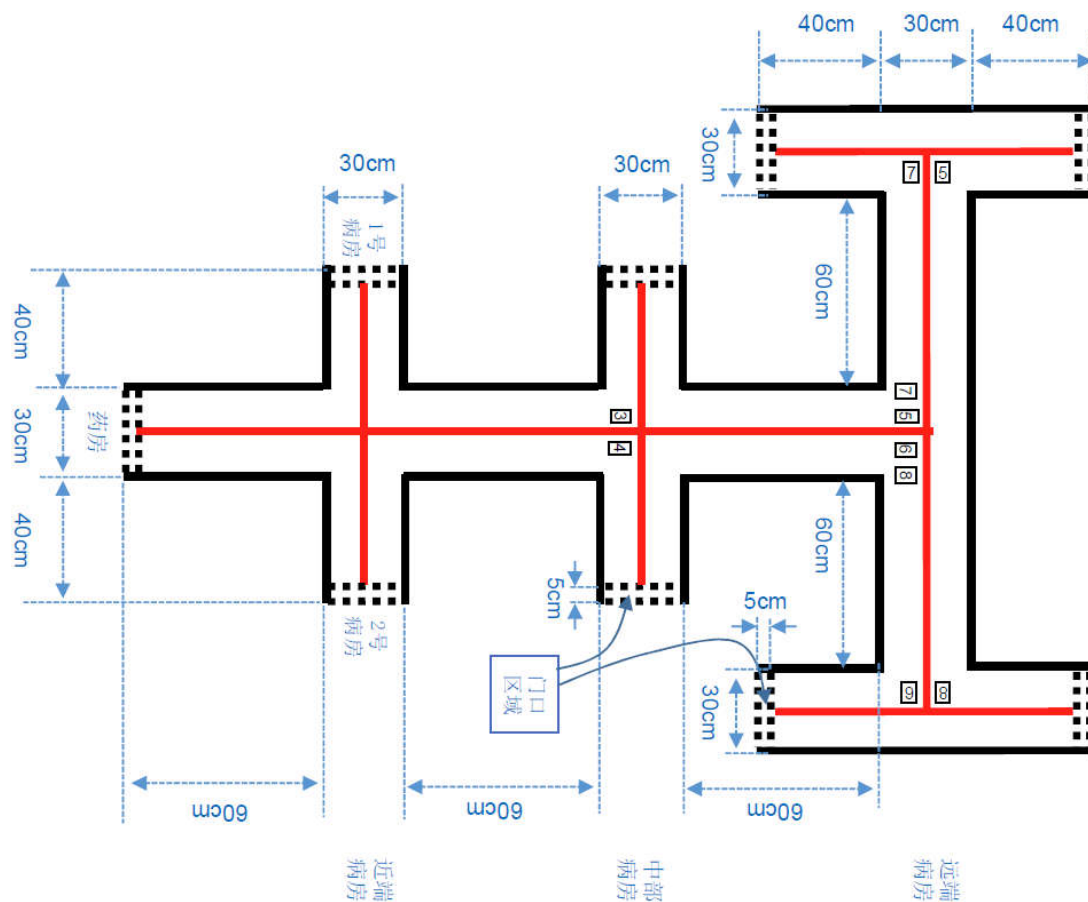

图 1 比赛场地俯视图
1. 院区可由铺设白色亚光喷绘布制作。走廊上的黑线和红线由喷绘或粘贴线宽约为 1.5cm~1.8cm 的黑色和红色电工胶带制作。药房和病房门口区域指其标线外沿所涵盖的区域，其标线为约 2cm 黑白相间虚线。图 1 中非黑色、非红色仅用于识图解释，在实测院区中不出现。
边框长宽为 $8\text{cm} \times 6\text{cm}$ ；数字标号纸张可由无痕不干胶等粘贴在走廊上，其边框距离实线约 2cm ；图 1 中标识远端病房的两个并排数字边框之间距离约 2cm 。